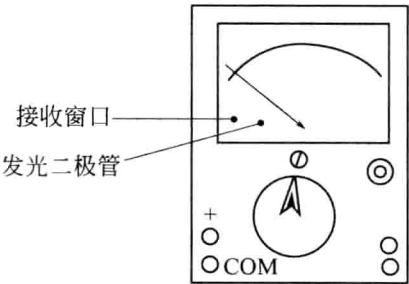

图 1-14 接收窗口和发光二极管位置
② 红外线遥控器数据检测（符号 $\square/\text{L}$ ）：该挡是为判别所有红外线遥控器数据传输发射工作是否正常而设置，如电视机、空调器的遥控器、笔记本电脑、手机等。将转换开关置于此挡时，把红外线发射器的发射头垂直（大约在 $\pm 15^\circ$ 内）对准表盘左下方接收窗口，按下需检测功能按钮，如果表盘上的红色发光二极管闪亮，表示该发射器工作正常。在一定距离内（ $1\sim 10\text{cm}$ ）移动发射器，还可以判断发射器输出功率状态。接收窗口和发光二极管位置如图 1-14 所示。